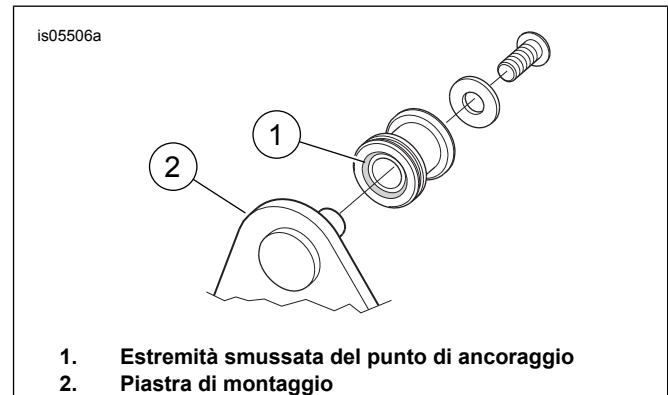

Figura 1. Installazione del punto di ancoraggio
TUTTI i modelli: Vedere Figura 1. Fissare i punti di ancoraggio alle piastre di montaggio (2) con l'estremità smussata (1) rivolta verso la piastra e la parte piatta rivolta verso l'esterno.